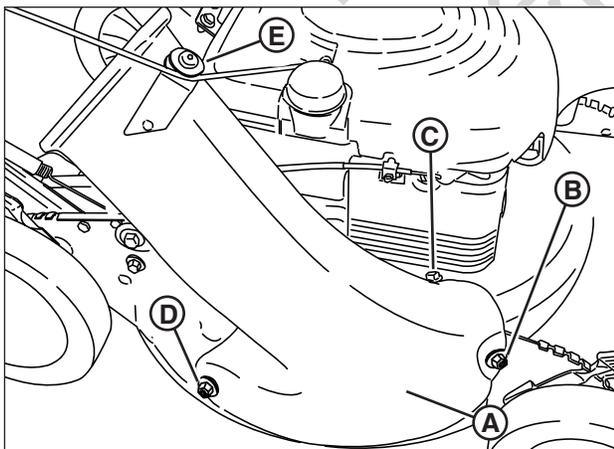

Figure 10: Installation de l'adaptateur de sac à herbe
2. Posez l'adaptateur (**A, Figure 10**) sur le plateau à la place du couvercle de déchiquetage en vous assurant que :